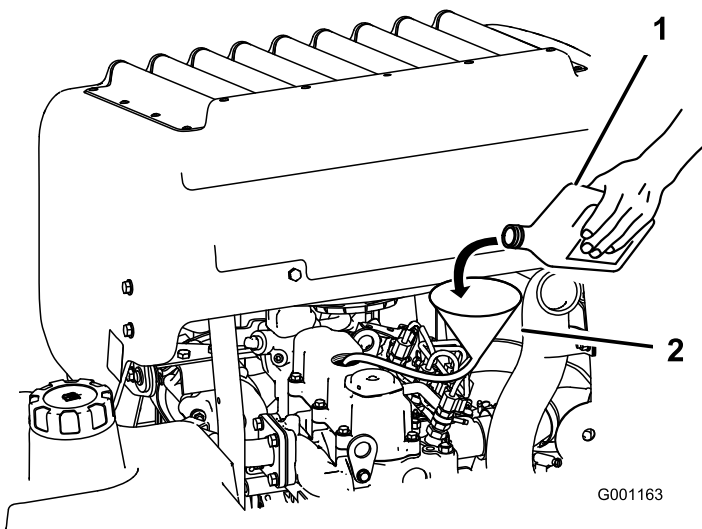

Figura 68
3. Utilice una manguera y un embudo para añadir aceite al motor (Figura 68).